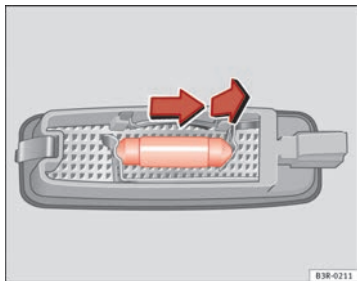

Abb. 225 Ausbau der Leuchte in der Sonnenblende
- Nehmen Sie die Glühlampe in Pfeilrichtung heraus ⇒ Abb. 225. ■